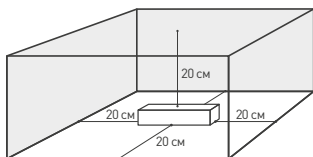
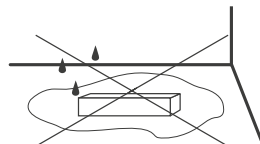

Рис. 2. Свободное пространство
Рис. 3. Максимальная допустимая нагрузка,
- температура окружающего воздуха от -40 до +70 °С (см. график зависимости максимальной допустимой нагрузки на источник питания от температуры окружающей среды на рис. 3);
- 4.3. Для естественной вентиляции обеспечьте не менее 20 см свободного пространства вокруг источника питания, как изображено на рис. 2. При невозможности обеспечить свободное пространство используйте принудительную вентиляцию. В случае установки в ограниченном пространстве (например, лайтбокс или профиль) предусмотрите обеспечение требуемого температурного режима источника питания согласно рис. 3.
- 4.4. Не нагружайте источник питания более чем на 80% от его максимальной мощности. Учитывайте, что с повышением температуры окружающей среды максимальная мощность источника питания снижается, см. график зависимости на рис. 3.